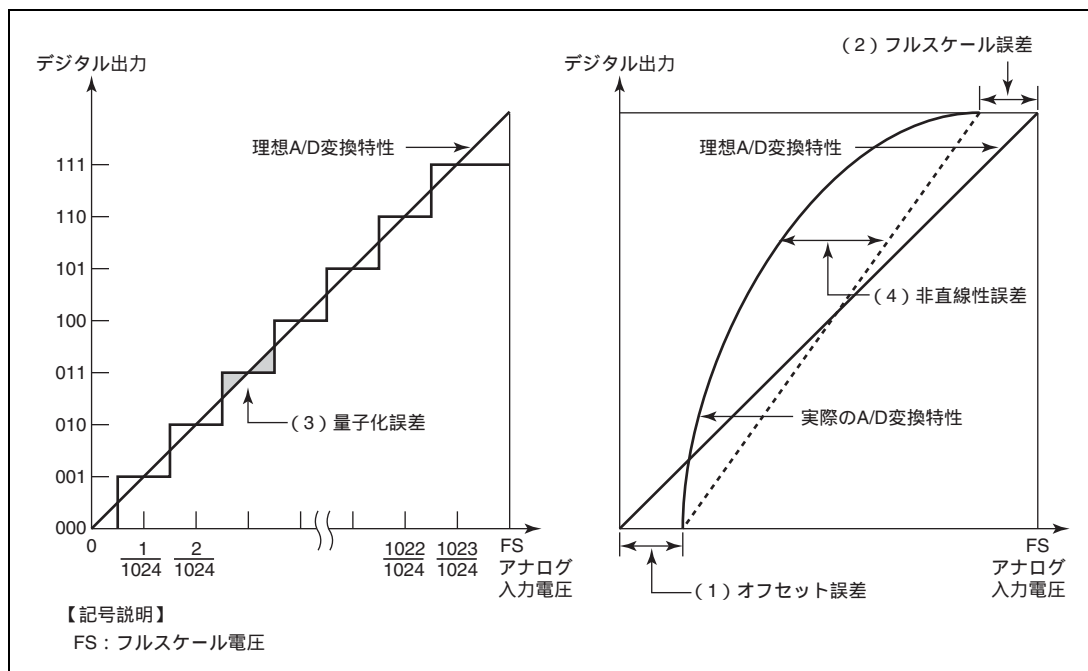

図 27.7 A/D 変換精度の定義
図 27.7 に沿って、上記 1.~4.の誤差を説明します。ただし、図ではわかりやすいように、10 ビットの A/D 変換器を 3 ビットの A/D 変換器に単純化しています。オフセット誤差とは、デジタル出力値が最小値（ゼロ電圧）B'000000000 (図では 000) から B'000000001 (図では 001) に変化するときの、実際の A/D 変換特性と理想 A/D 変換特性との偏差 (図 27.7 (1)) です。フルスケール誤差とはデジタル出力値が B'111111110 (図では 110) から最大値（フルスケール電圧）B'111111111 (図では 111) に変化するときの、実際の A/D 変換特性と理想 A/D 変換特性との偏差 (図 27.7 (2)) です。量子化誤差とは、A/D 変換器が本質的に有する誤差であり、1/2LSB で表されます (図 27.7 (3))。非直線性誤差とは、ゼロ電圧からフルスケール電圧までの間の実際の A/D 変換特性と理想 A/D 変換特性との偏差 (図 27.7 (4)) です。ただし、オフセット誤差、フルスケール誤差、量子化誤差は含みません。